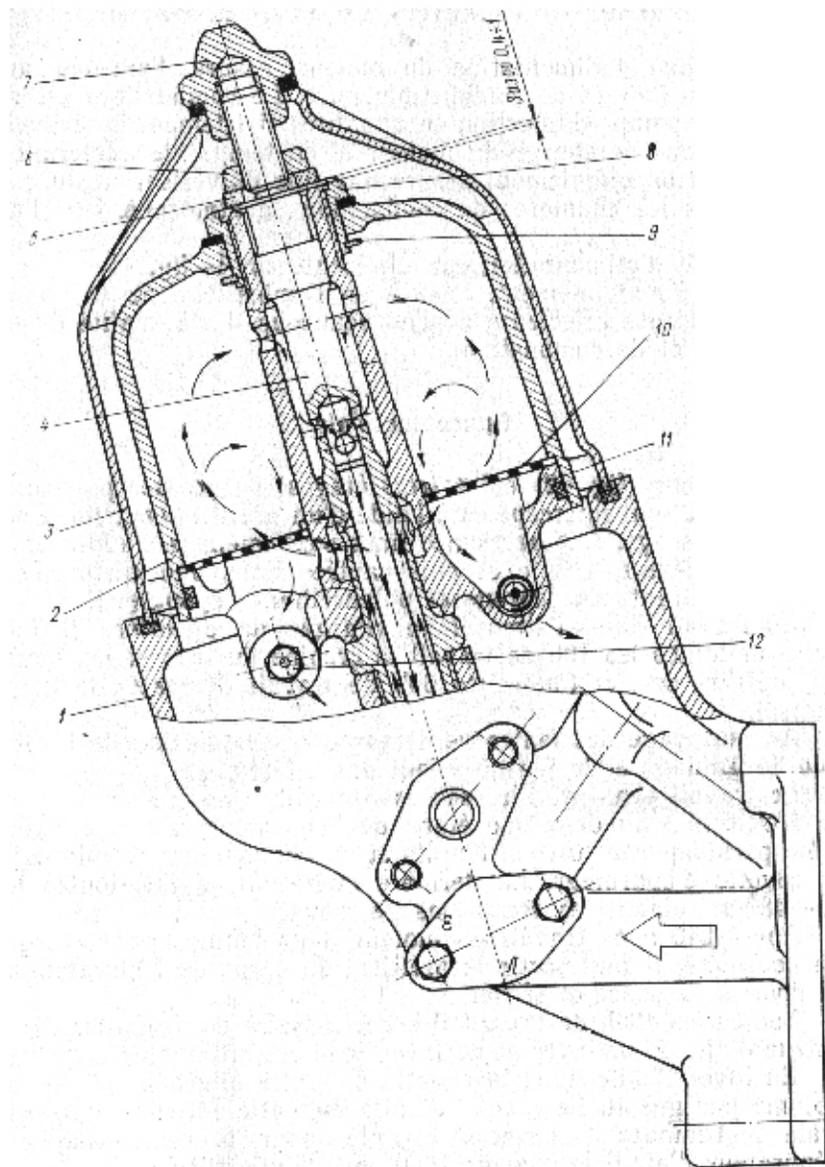

Fig. 40. Filtre à huile (centrifuge)
1. Dévisser l'écrou 7 (fig. 40) fixant le chapeau 3 et démonter celui-ci.